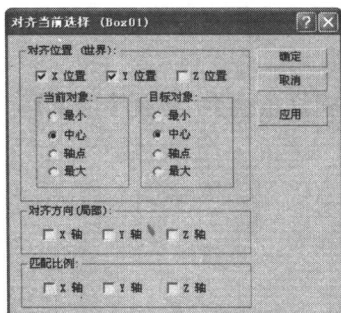
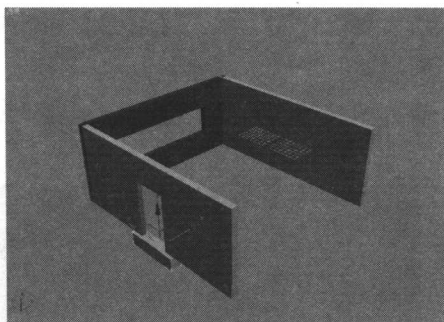

图 2-8 【对齐当前选择】对话框
图 2-9 设置后的效果
Step 9 切换到顶视图，单击 按钮，选择“门框”，在弹出的【对齐当前选择】对话框中进行如图 2-8 所示的设置，效果如图 2-9 所示。